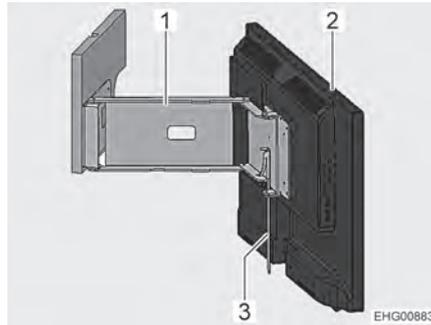

Fig. 71 Écran plat sur le bras articulé
- Enclencher le levier (Fig. 71,3). Le bras articulé (Fig. 71,1) est déverrouillé.
- Tourner l'écran plat (Fig. 71,2) dans la position désirée.